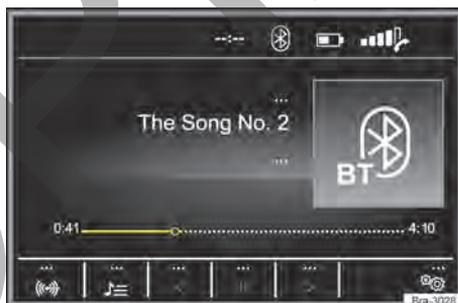
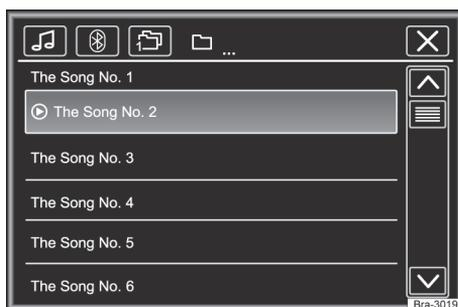

Fig. 143 Menú principal de medios.
Fig. 144 Operación de la radio: lista de estaciones.
- Presionar la tecla **MEDIA** para abrir el menú principal **MEDIA** → fig. 143.
Las fuentes de medios que se reproducen actualmente se exhiben en la superficie de función en la parte inferior izquierda → fig. 143.
Leyenda para → fig. 143 y → fig. 144: